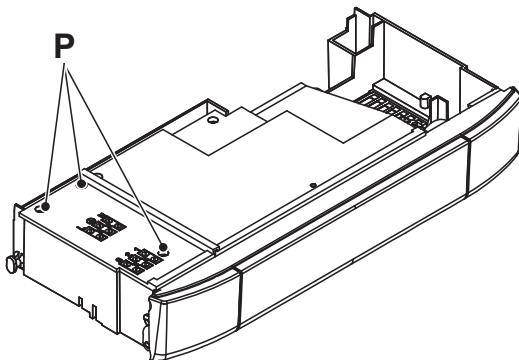

Рисунок 9.10
- Ослабьте винты Р и снимите сервисную панель (Рисунок 9.10).